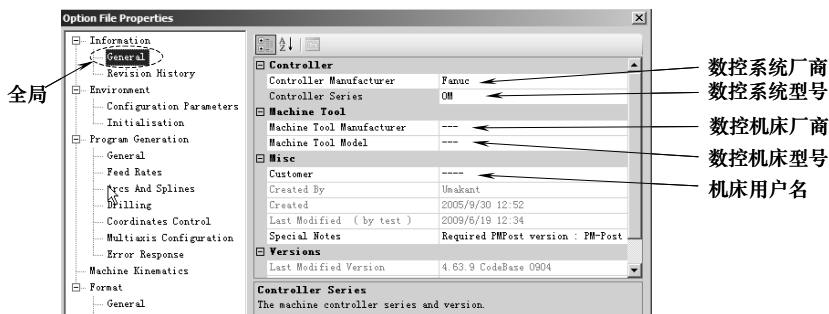

图 9-23 全局设置 (一)
1) Information→General: 全局设置。如图 9-23 所示, 设置数控系统、机床等信息。